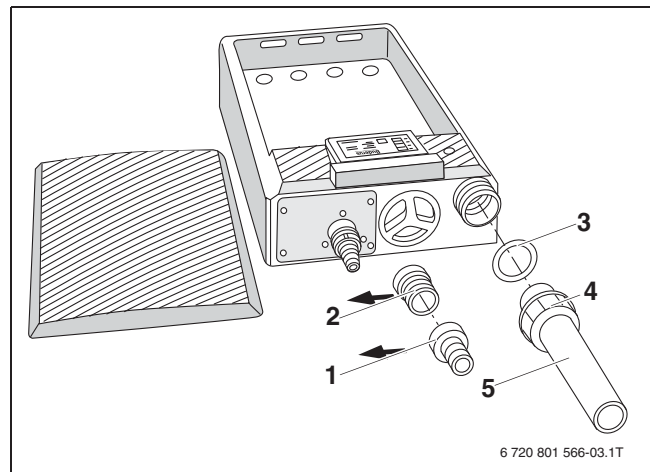

Рис. 3 Установка трубы ПВХ
Для трубы выхода конденсата из котла Ø 40 мм входной штуцер на устройстве нейтрализации (ЕКО) нужно заменить на трубу из ПВХ (→ рис. 3).
- ▶ Отверните накидную гайку, удалите наконечник шланга (→ рис. 3, [1]) и переходник (→ рис. 3, [2]).
- ▶ Закрепите трубу ПВХ (→ рис. 3, [5]) с уплотнением (→ рис. 3, [3]) накидной гайкой (→ рис. 3, [4]).